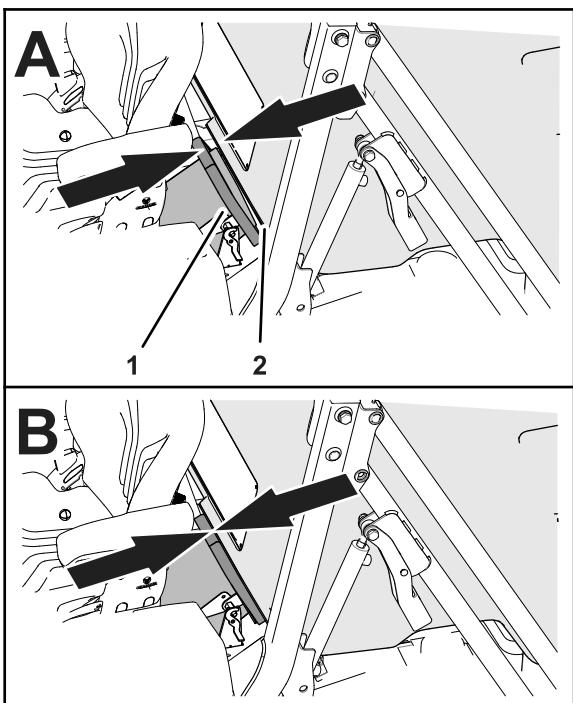

Figura 109
3. Deslice la tolva hacia delante o hacia atrás hasta que la entrada de la tolva se alinee con la junta del conducto de descarga (Figura 109).